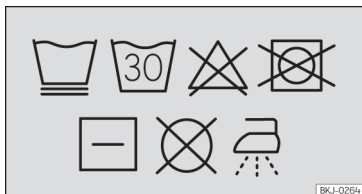

Fig. 124 Etiqueta en las fundas: símbolos de instrucciones de lavado
- **Instrucciones de lavado de las fundas extraíbles »» fig. 124:**